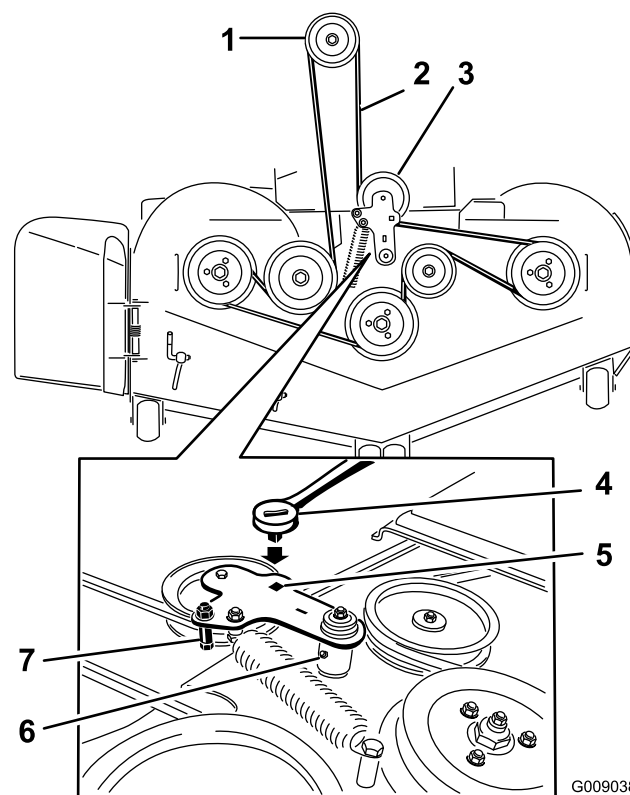
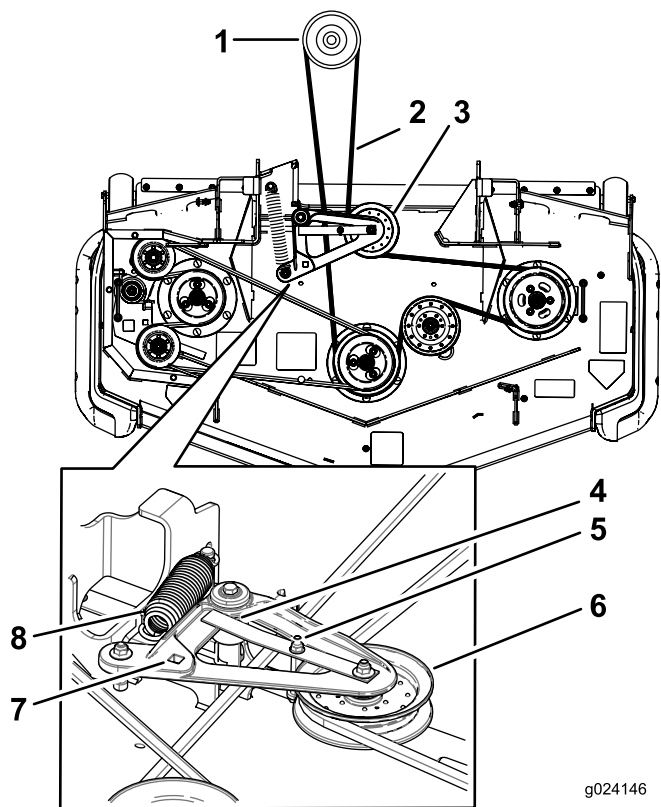

Figure 118
Figure 119
5. Soulevez le plancher et insérez un rochet dans le trou carré de la poulie de tension du plateau (Figure 118 ou Figure 119).
6. Tournez la poulie de tension du plateau de coupe dans le sens horaire, tirez sur la patte du guide-courroie (modèles à éjection arrière seulement) et déposez la courroie du plateau de coupe (Figure 118 ou Figure 119).